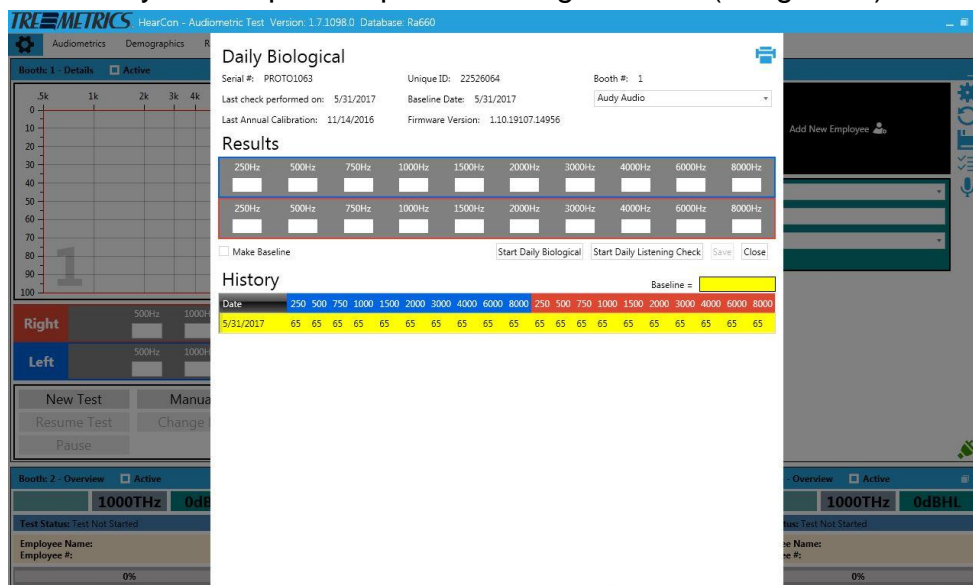

Imagen 38
- De vuelta en la PC, seleccione **Save (Guardar)** y **Close (Cerrar)** en la ventana Daily Biological (Biológica diaria). La ventana **Daily Biological (Biológica diaria)** se cierra y se completa la prueba biológica diaria (Imagen 38).